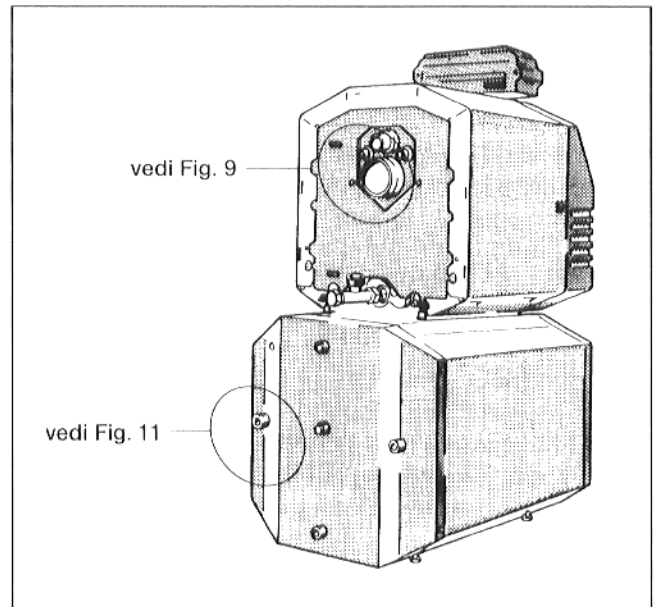
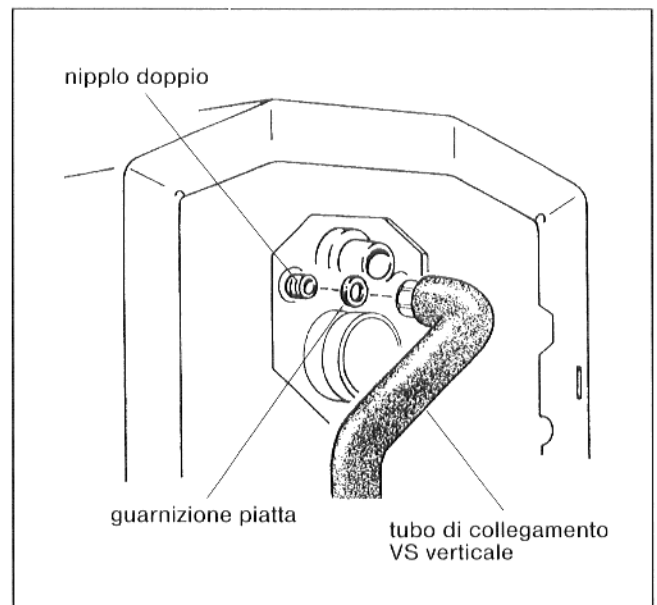
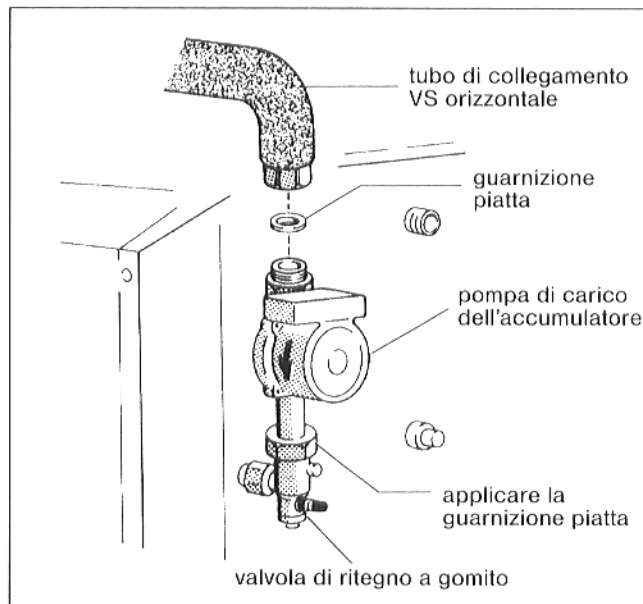

Fig. 8
Fig. 9
Fig. 11
- Applicare l'anello di guarnizione O 35 x 3 nella scanalatura del nipplo doppio (Fig. 8 e Fig. 9).
- Avvitare il nipplo doppio conformemente alla Fig. 8 e Fig. 9 all'attacco di mandata dell'accumulatore-produttore di acqua calda sanitaria alla caldaia.
- Applicare la guarnizione piatta nel dado a risvolto al lato corto del tubo di collegamento a doppia piegatura per la mandata accumulatore VS. Avvitare dunque il tubo con il nipplo doppio all'attacco della caldaia, mettendo il lato lungo verso il basso in senso verticale (Fig. 9).
- Applicare la guarnizione piatta nel dado a risvolto della valvola di ritegno a gomito ed avvitare la valvola di ritegno a gomito alla mandata accumulatore (Fig. 8 e Fig. 11).
- Applicare la guarnizione piatta per la pompa di carico dell'accumulatore ($\varnothing 44 \times 28 \times 2$) nel dado a risvolto superiore della valvola di ritegno a gomito ed avvitare la pompa di carico dell'accumulatore alla valvola di ritegno a gomito con la freccia direzionale di flusso rivolta verso il basso (Fig. 8 e Fig. 11).
- Applicare la seconda guarnizione per la pompa di carico dell'accumulatore ($\varnothing 44 \times 28 \times 2$) nel dado di risvolto al lato corto del tubo di collegamento orizzontale VS ed avvitare il tubo di collegamento VS con la pompa (Fig. 8 e Fig. 11).